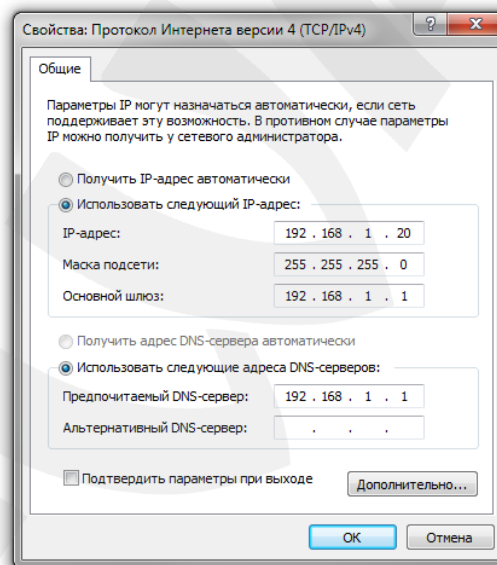

Рис. 5.8
2. Использовать следующий IP-адрес: IP-адрес задается пользователем вручную (Рис. 5.8):